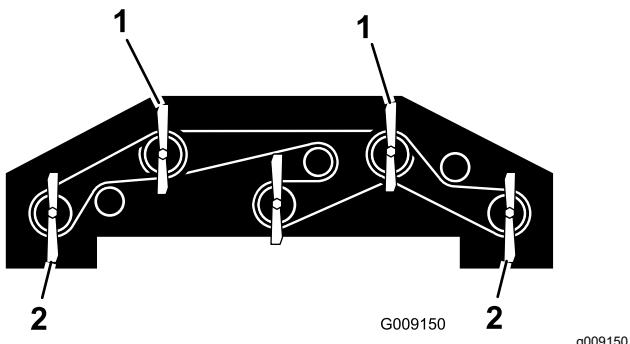

Bild 105
1. Drehen Sie jedes so, dass es geradeaus weist (Bild 105).